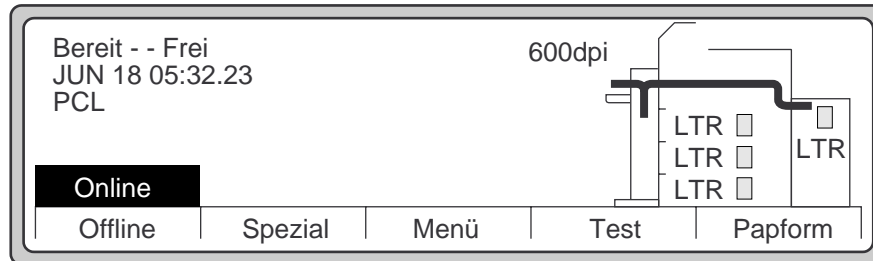

Abbildung 6-3 Hauptmenü
2. Drücken Sie die Taste „Test“ im Hauptmenü (siehe Abbildung 6-3).